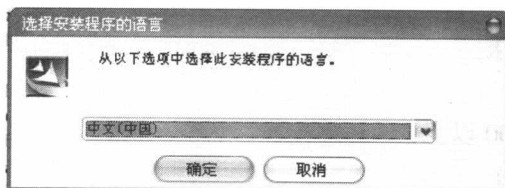

图 1-2 “选择安装程序的语言”对话框
(3) 单击【Install License Server】选项, 安装 UG NX 4.0 许可证程序。打开【选择安装程序的语言】对话框, 如图 1-2 所示。